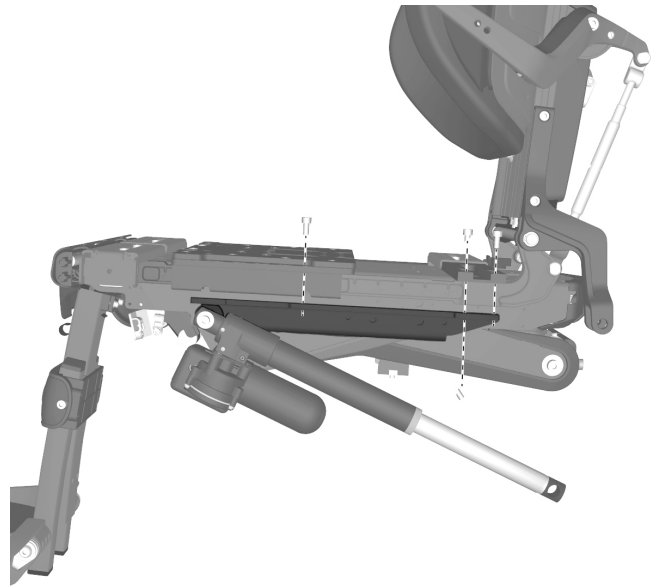

Abbildung 180. Halter der Stellvorrichtung montieren.
2. Den Keil (4) oben an der Blattfeder (5) montieren.
3. Die Buchse (6) an die Schraube (1) montieren.
4. Schraube (1) montieren.
5. Schraube (2) vorn montieren. Siehe Abbildung. 180.
6. Schraube (3) an den hinteren Teil des Halters mit Scheibe (7) und Sicherungsmutter (8) montieren.